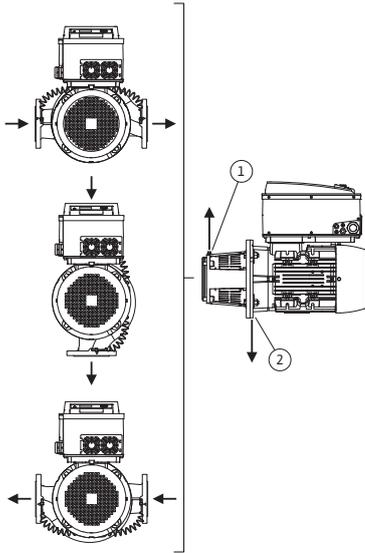
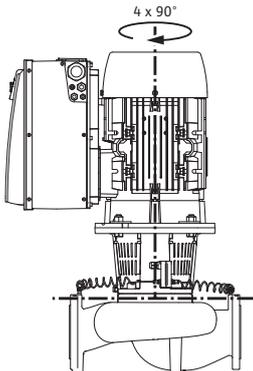

Fig. 12 : Positions de montage autorisées avec arbre moteur horizontal
Fig. 13 : Positions de montage autorisées avec arbre moteur vertical
Les positions de montage autorisées avec arbre moteur horizontal et module électronique vers le haut (0°) sont représentées sur la fig. 12. Les positions de montage autorisées avec module électronique monté latéralement (+/- 90°) ne sont pas représentées. Toute position de montage sauf « Module électronique vers le bas » (- 180°) est autorisée. Le dégazage de la pompe n'est assuré que si la soupape d'échappement pointe vers le haut (fig. 12, pos. 1). Seule cette position (0°) permet d'éliminer de façon ciblée le condensat présent via un perçage présent, lanterne de pompe et moteur (fig. 12, pos. 2).
Les positions de montage autorisées avec arbre moteur vertical sont représentées sur la fig. 13. Toute position de montage est autorisée, position « Moteur vers le bas » exceptée.
- La soupape d'échappement sur la lanterne (fig. 6, pos. 1.31) doit toujours pointer vers le haut pour un arbre moteur horizontal (fig. 6). Si l'arbre moteur est vertical, toutes les orientations sont autorisées. Voir à ce propos également Fig. 12 : « Positions de montage autorisées avec arbre moteur horizontal » à la page 142 ou Fig. 13 : « Positions de montage autorisées avec arbre moteur vertical » à la page 142.
- En cas d'arbre moteur à l'horizontale, la position vers le bas de l'orifice de condensation est obligatoire (Fig. 12, Pos. 2). Le cas échéant, il faut tourner le moteur en conséquence.